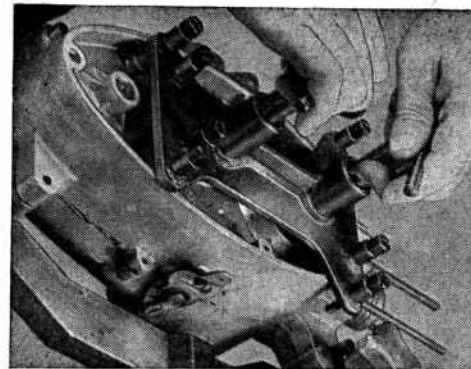
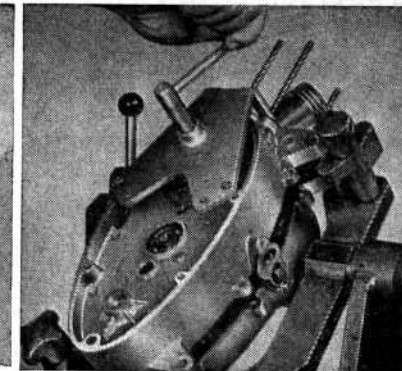

Рис. 34
Рис. 35
При ремонте коробки передач, кривошипного механизма, замене подшипников или автоматического устройства — необходимо разъединить половинки картера двигателя. Разъединение выполняется следующим образом: Во первых нужно снять головку цилиндра, цилиндр, левую крышку (8) и первичную передачу со сцеплением. В случае ремонта двигателя демонтируется также магнето. При помощи съемника Н 47 снять центровочные втулки (24). Вывернуть 9 болтов (17, 18, 19) соединения картера двигателя и вывернуть упорный винт автоматического устройства. При помощи инструмента Н 3 (рис. 34) или Ф 1 (рис. 35) картер двигателя разъединить.